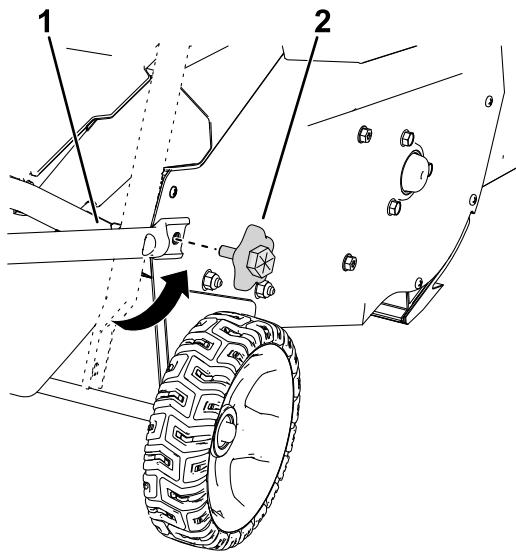

図 6
5. 下部ハンドルを所定の位置に移動し、図6のように下部ハンドルノブを取り付ける。